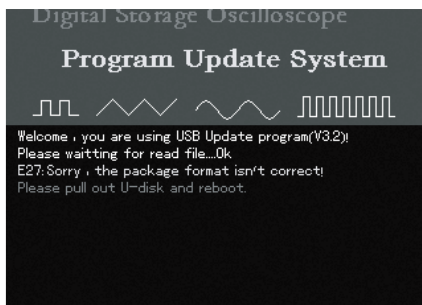

图5-11
6、升级时，读取升级文件信息，发现程序升级包内文件格式不对，将出现图5-11所示，提示“程序升级包文件格式不正确，请拔出U盘，重启示波表”。